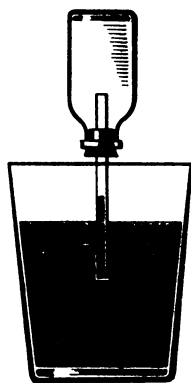

Рис. 66
**Термоскоп Галилея.** Вы легко можете изготовить прибор, подобный термоскопу Галилея. Вместо шарика возьмите небольшой флакон от лекарства (например, от пенициллина) с резиновой пробкой, через которую пропустите стеклянную трубку. Слегка нагрейте флакон в руках и опустите свободный конец трубки в стакан с подкрашенной водой (рис. 66).